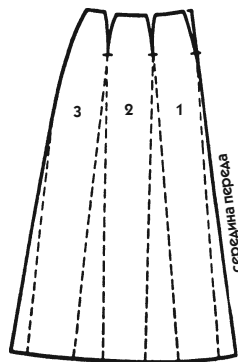

Рис. 231
- Положите вырезанные полосы на другой лист и закройте вытачки, контролируя величину фалд, которые при этом возникают. Разделите полосы промежутками в 6 см по нижнему краю, и вы увидите, что вытачки закроются лишь частично, как на рис. 231.